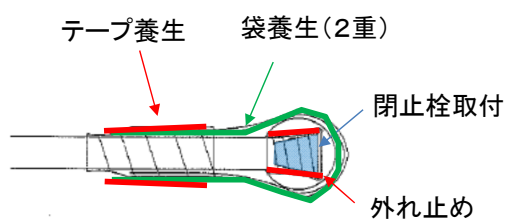
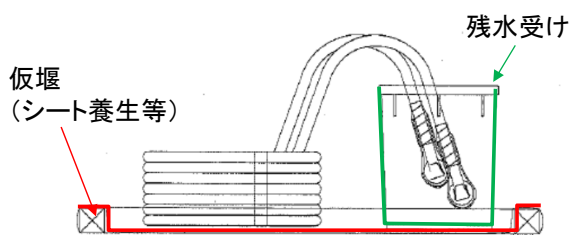

図1
図2
- ① 仮設ホースの端部養生はポリ袋のみではなく、閉止栓の取付を行うとともに養生部に遊びが出ないように巻き付けを行う。・・・図1 参照
- ② 汚染水残水の受けはポリ袋では行わず、仮設容器（バケツ、タンク等）を使用する。
- ③ 汚染水を扱う場合は堰内（仮堰を含む）にて作業を行うこととする。
- ④ 汚染した資材の仮置きはバケツ等の残水受けを設置、または仮堰を設置する。・・・図2 参照